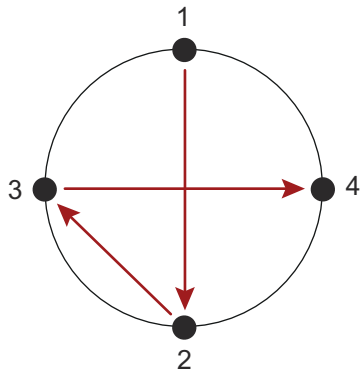

Figura 1
4. Utilizzando un apposito filler saldare la piastra a saldare al serbatoio nelle posizioni 1 e 2 visto dall'interno (Figura 1). Assicurarsi che la piastra a saldare sia in piano; se necessario, regolarla e quindi saldarla in corrispondenza delle posizioni 3 e 4. Raffreddare la zona di saldatura con aria compressa tra una posizione e l'altra.